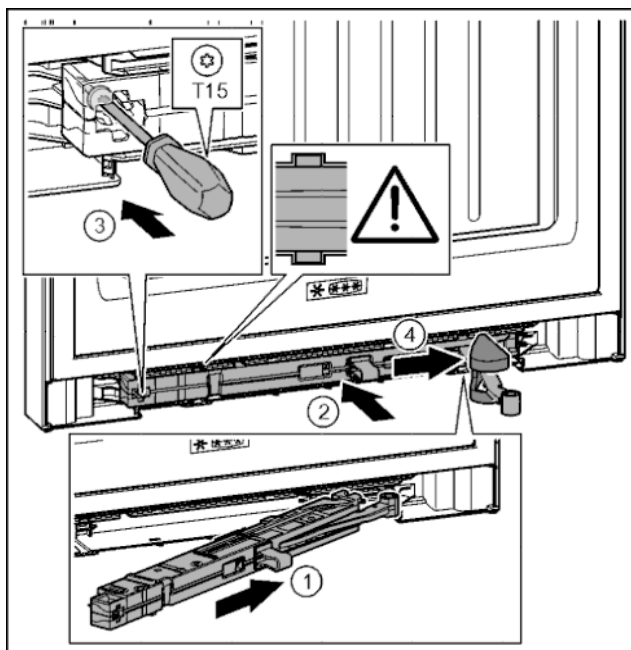

Fig. 41
- ▶ Вставить узел амортизатора со стороны опорного кронштейна в выемку до упора под наклоном. Fig. 41 (1)
- ▶ Полностью вставить узел амортизатора в выемку. Fig. 41 (2)
- ▶ Затянуть винт отверткой T15. Fig. 41 (3)
- ▶ Переместить крышку над шарниром. Fig. 41 (4)